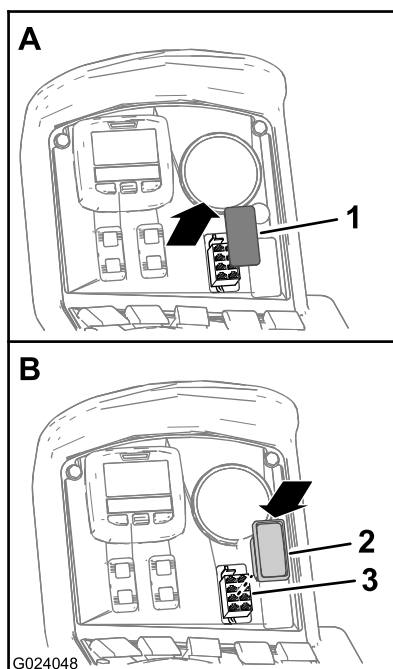

図 14
1. スプレーヤのコンソール上で、すすぎタンク用スイッチのプラグ（打ち抜き部）を探し出す(図 14)。
3. ボックス型コネクタにスイッチを取り付ける(図 14)。
4. スイッチをダッシュボードに押し込むようにして取り付ける(図 14)。